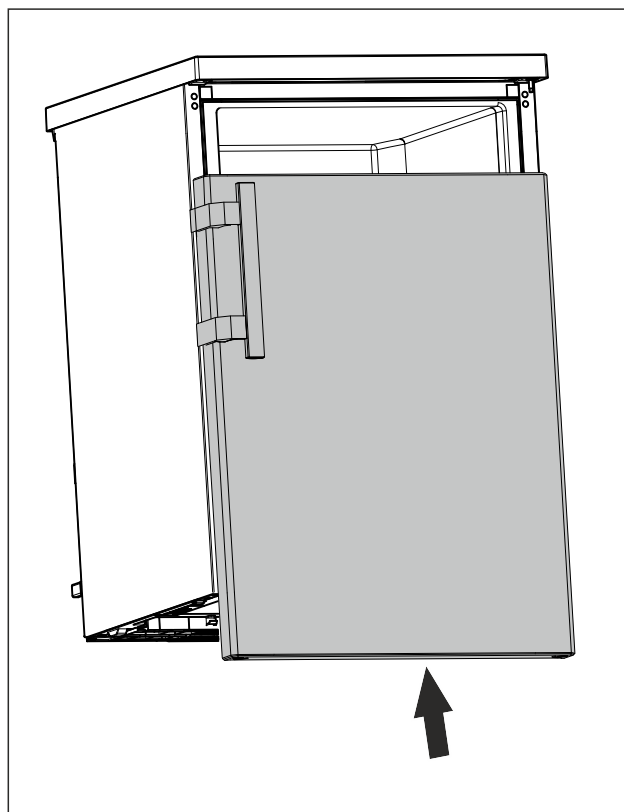

Fig. 24
- ▶ У закритому стані насуньте дверцята на верхній болт. (див. Fig. 24)